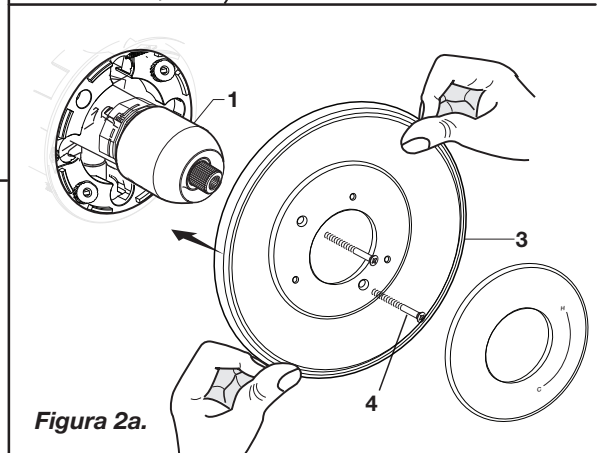

Figura 2a.
- **Figura 2a.** Empuje el CHAPETÓN (3) en la TAPA (1) y fije el cuerpo de la válvula usando los TORNILLOS LARGOS (4).